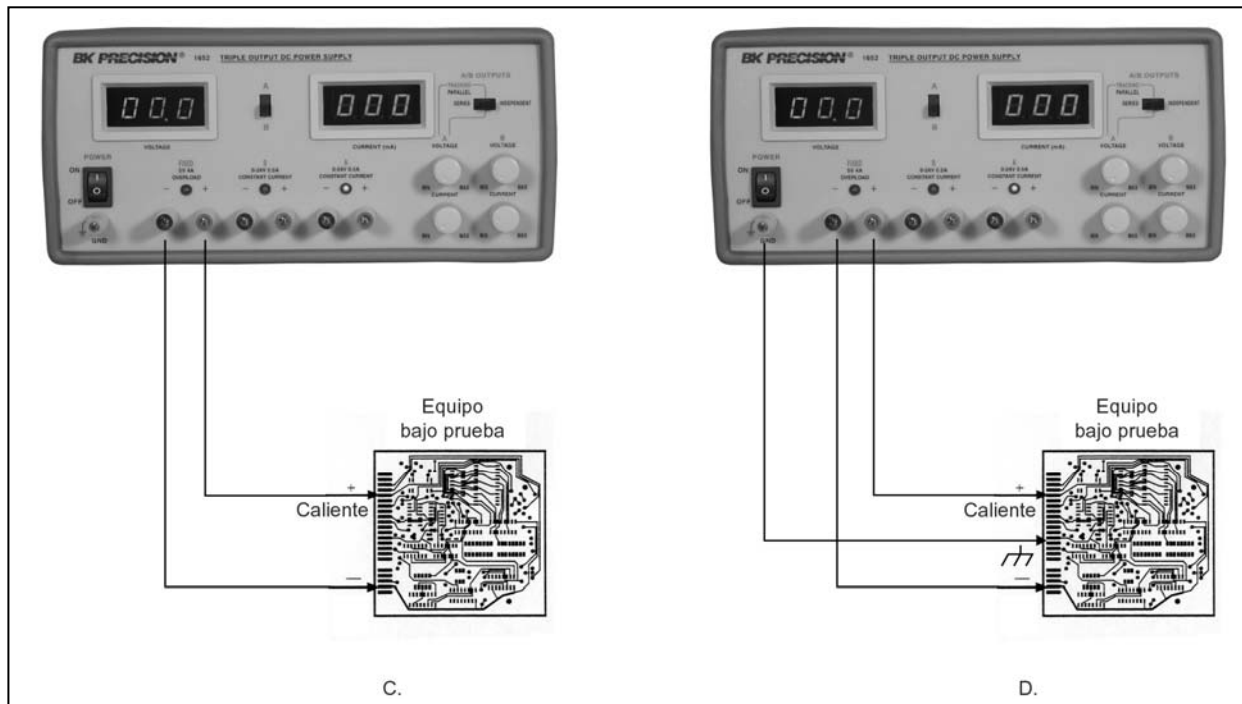

Fig. 10. Posibilidades de conexión a tierra para la fuente fija de 5V (2 de 2)
4. En la Fig. 10 se muestran las posibilidades de conexión a tierra de la fuente de 4-6.5V
- a. Si la polaridad negativa del circuito bajo prueba es también el chasis o común, puede conectarse a tierra uniendo la terminal (-) negra con la verde (GND) como se muestra en la Fig. 10